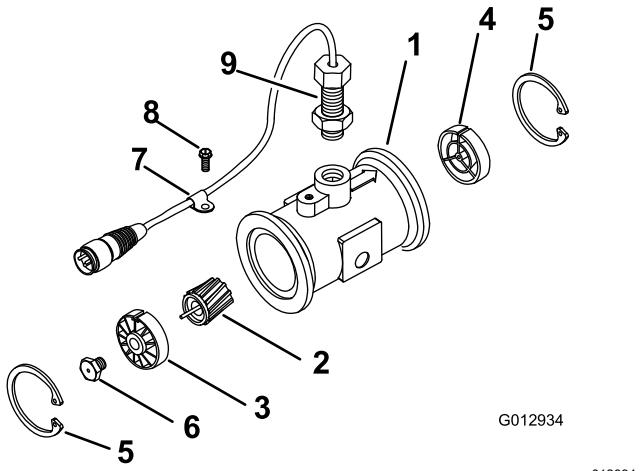

Figura 100
- Retire el anillo de sujeción del lado "aguas arriba" (Figura 100).